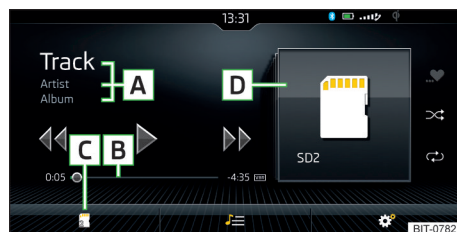

Fig. 185
#### Menú princ. » fig. 185
| Reproducción del título actual desde su inicio                             | Pulsar ⏮ después de 3 seg. desde el inicio de la reproducción del títuloMovimiento de los dedos hacia la derecha en el área de la pantalla A » <a href="#">fig. 185 de la pág. 155</a> después de 3 seg. a partir del inicio de la reproducción del título               |
| Reproducción del título anterior                                           | Pulsar ⏮ dentro de los 3 seg. posteriores al inicio de la reproducción del títuloMovimiento de los dedos hacia la derecha en el área de la pantalla A » <a href="#">fig. 185 de la pág. 155</a> dentro de los 3 seg. posteriores al inicio de la reproducción del título |
| Reproduce el próximo título                                                | Pulsar ⏭Movimiento de los dedos hacia la izquierda en el área de la pantalla A » <a href="#">fig. 185 de la pág. 155</a>                                                                                                                                                 |
**B** » fig. 185 de la pág. 155.